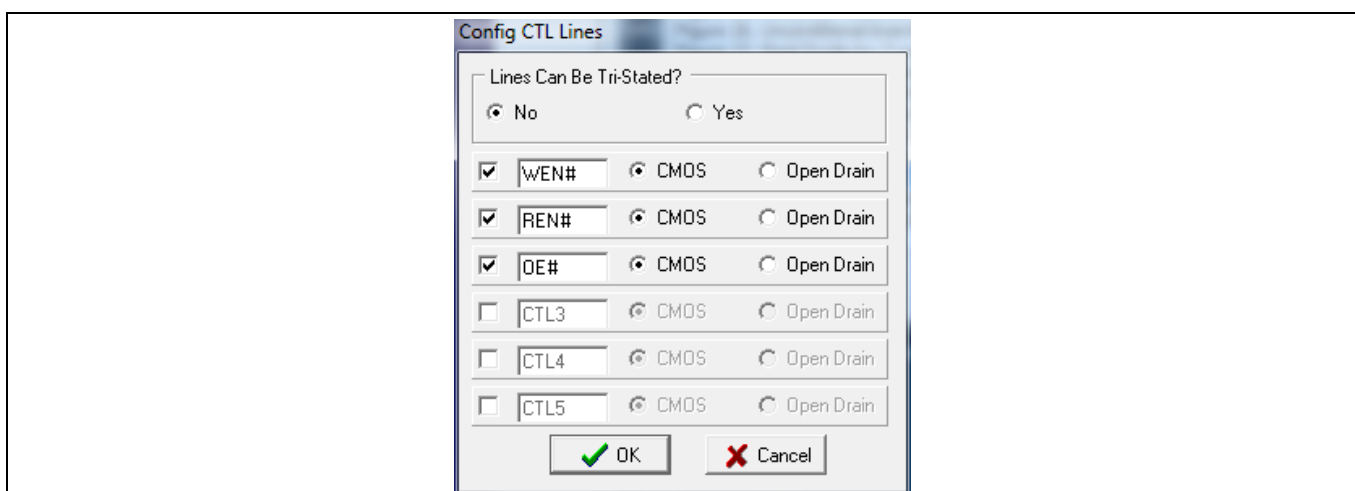

Figure 34 CTL ピンのコンフィギュレーション
7. **CTL** ラベルを右クリックして、**Figure 34** のように CTL 信号を設定します。